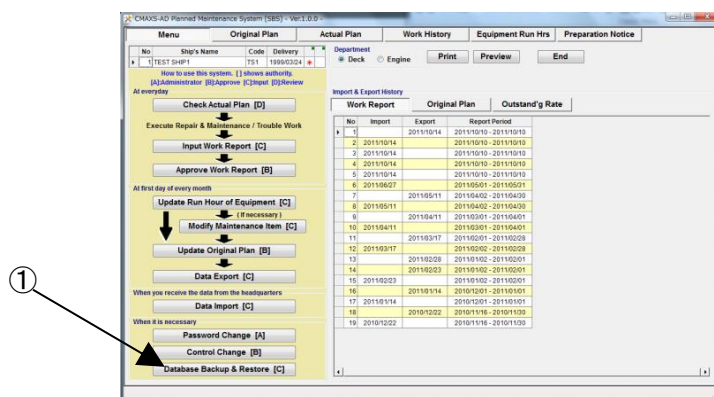

図 15-1 Menu 画面
(1) "Menu"画面 (図 15-1)で、[Database Backup & Restore]ボタンをクリックしてください。